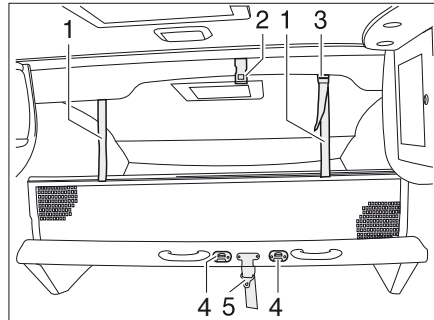

Bild 157 Höjbar säng, manuell
- Säkra den höjbara sängen i taket (Bild 157,2) med säkerhetsremmen (Bild 157,5).
- Man fäster stegen med båda byglarna på klämmorna (Bild 157,4) på den höjbara sängen.
- Haka fast fästbanden (Bild 157,1) i hållarna i taket (Bild 157,2).